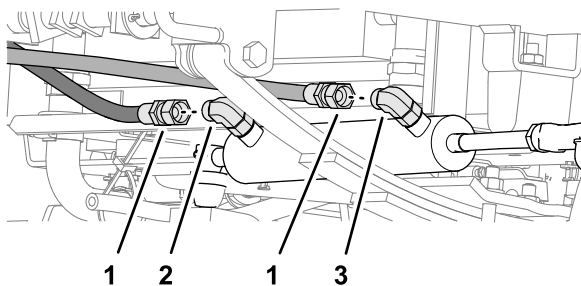

Figura 73
1. Desencaixe os tubos do cilindro de direção das uniões de 90° nas portas de extensão e retração do cilindro de direção (Figura 73).